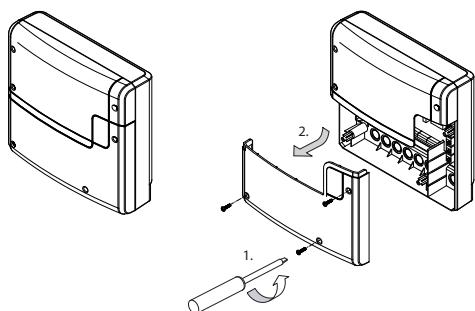

Abb. 2
2. Die Bohrungen für die mitgelieferten Holzschrauben 4 x 25 mm werden entsprechend den in Abb. 2 angegebenen Maßen angebracht.
3. In das obere mittlere Loch drehen Sie eine der Holzschrauben. An dieser Schraube wird das Leistungsteil eingehängt. Lassen Sie zu diesem Zweck die Schraube ca. 3 mm herausstehen (Detail in Abb. 2).
5. Schrauben Sie das Gehäuseunterteil, wenn möglich in die beiden unteren Bohrungen fest an die Kabinenwand (Abb. 2).